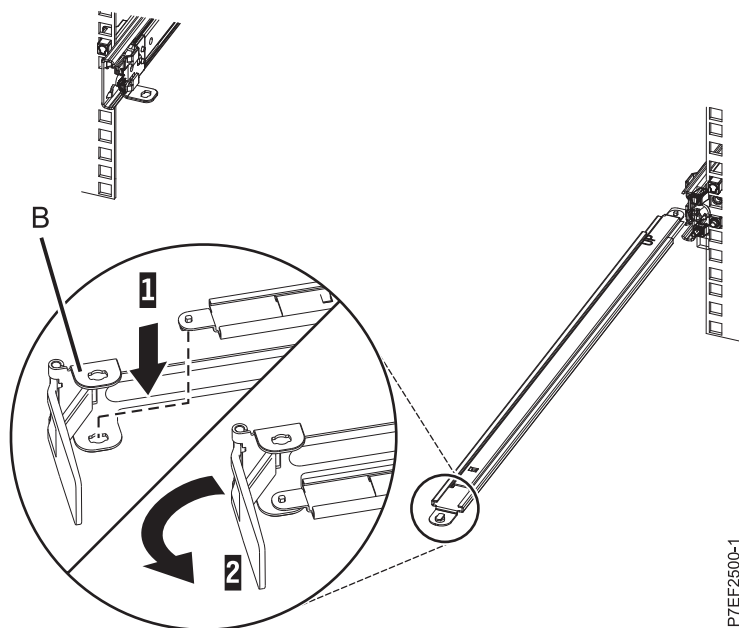

Abbildung 11. Kabelträgerhaltewinkel am Stützarm befestigen
3. Suchen Sie die Bohrung an der unteren inneren Ecke des L-förmigen Kabelträgerhaltewinkels (**B**). Setzen Sie das lose Ende des Stützelements so an, dass die Sperrzunge an der Unterseite seiner Spitze an der Bohrung der Halterung ausgerichtet ist. Setzen Sie die Lasche in die Bohrung ein (1) und drehen Sie die Halterung (2), um sie am Stützarm zu befestigen. Einzelheiten finden Sie unter Abb. 11.